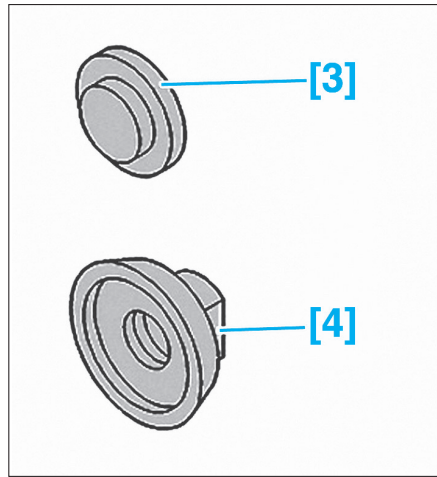

FIG. 50
- [3]. Outil d'extraction de cible de capteur de roue (Fig.50).